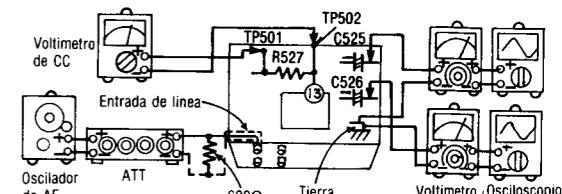

Fig. 13
- La conexión del equipo de prueba se muestra en la Fig. 13.